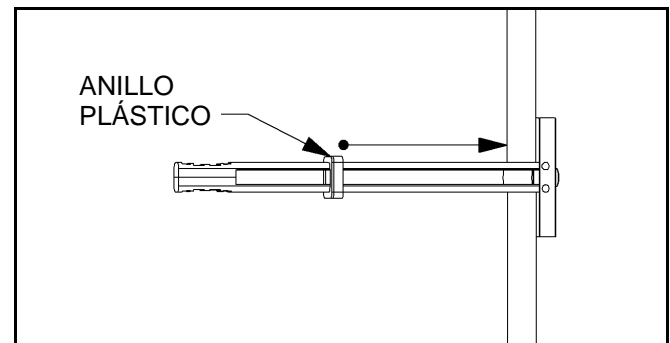

Figura 11.
5. Deslice el anillo plástico del anclaje hasta la superficie de la pared (véase la figura 11).